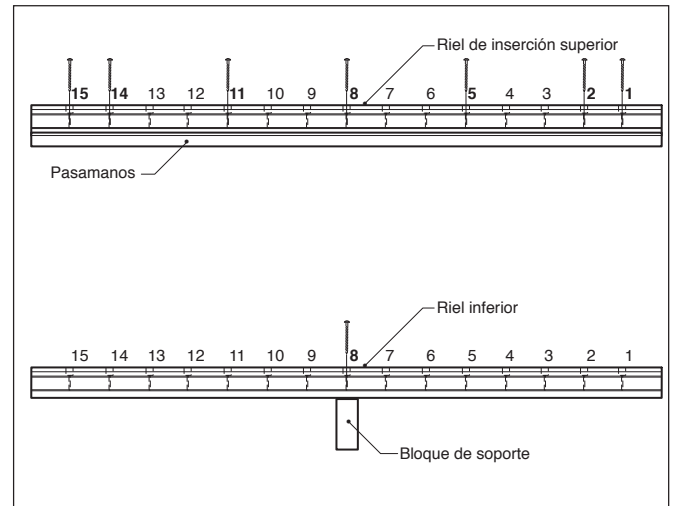

Fig. 1
**Paso 3:** Une el bloque de soporte en la parte inferior del riel inferior de 2x4 con el tornillo de 4 plg. El bloque de soporte se instala debajo del orificio 8. Si el riel no fue recortado de forma pareja en ambos lados, busca el orificio más cercano al centro para asegurar el bloque de soporte. Si ese orificio no fue pretaladrado, hazlo con una broca de taladro de 1/8 plg. **(Fig. 1)**